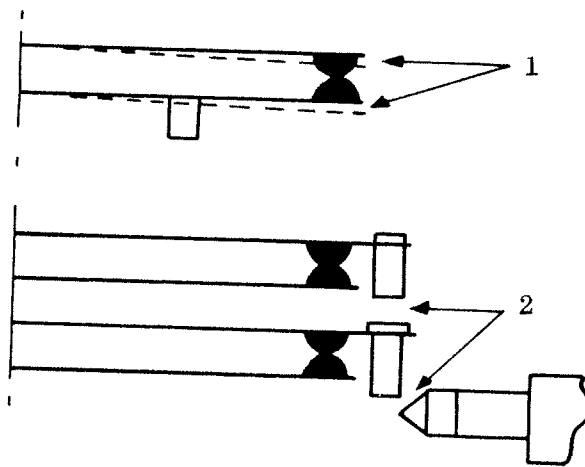

Bild 6. Kontaktryck och kontaktavstånd
- en slutkontakts båda fjädrar tydligt ger efter (bild 6 pos 1), när kontaktrycket mäts vid slutning
- avståndet mellan de styrande elementen i en brytkontakt i viloläge är riktigt (bild 6 pos 2).